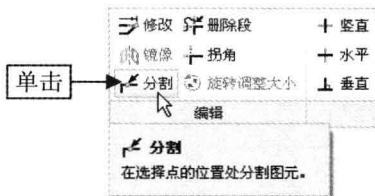

图 3-6 单击“分割”按钮
Step 02 在“功能区”选项板的“草绘”选项卡中,单击“编辑”面板中的“分割”按钮,如图 3-6 所示。